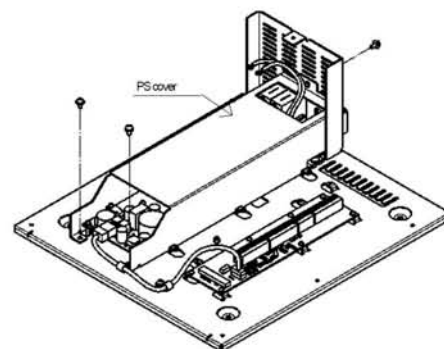

図3 [Fig.3]
- 1) PSカバーを固定している3つのビスを緩め、PSカバーを取り外します。(図3)
Loosen the screws (three places) fixing the PS cover, and then remove the PS cover. [Fig.3]